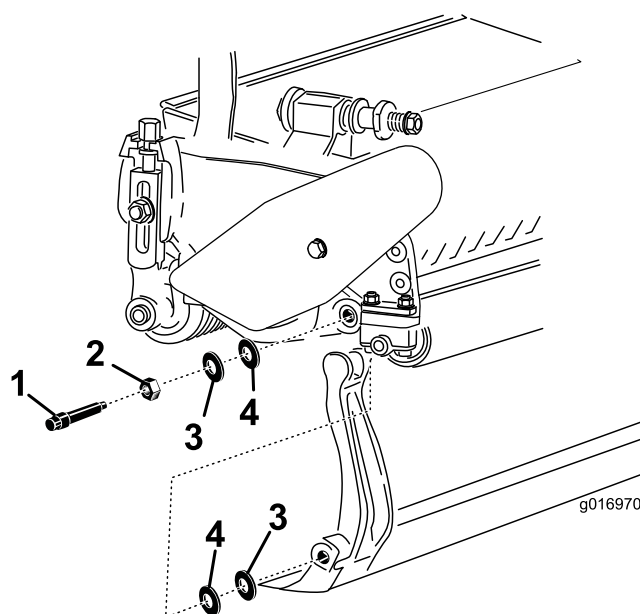

Bild 20
Bewahren Sie die zwei Nylon- und die zwei Scheiben aus gestanzten Stahl an jedem Ende des Untermessers auf (Bild 20).
3. Legen Sie eine Nylonscheibe an jede Seite des Seitenplattenansatzes. Legen Sie eine Stahlscheibe außen auf jede Nylonscheibe (Bild 20).